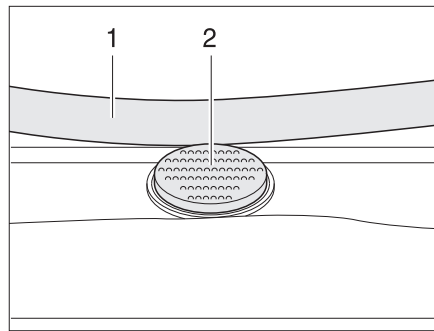

Fig. 81 Bottonone di sicurezza sull'oblò Heki
- Premere il bottone di sicurezza (Fig. 81,2) e tirare verso il basso la staffa (Fig. 81,1) con entrambe le mani.
- Premere la staffa verso l'alto con ambedue le mani, finché la staffa non poggia al di sopra del bottone di sicurezza (Fig. 81,2).